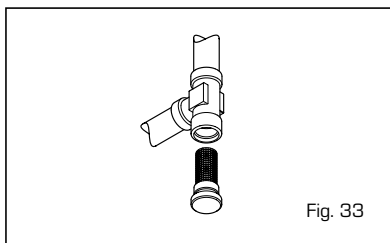

Fig. 33
4.8.1 Pulizia filtro circuito riscaldamento (fig. 33)
- Otturazione del filtro circuito riscaldamento da impurità (fig. 33); provvedere alla pulizia.